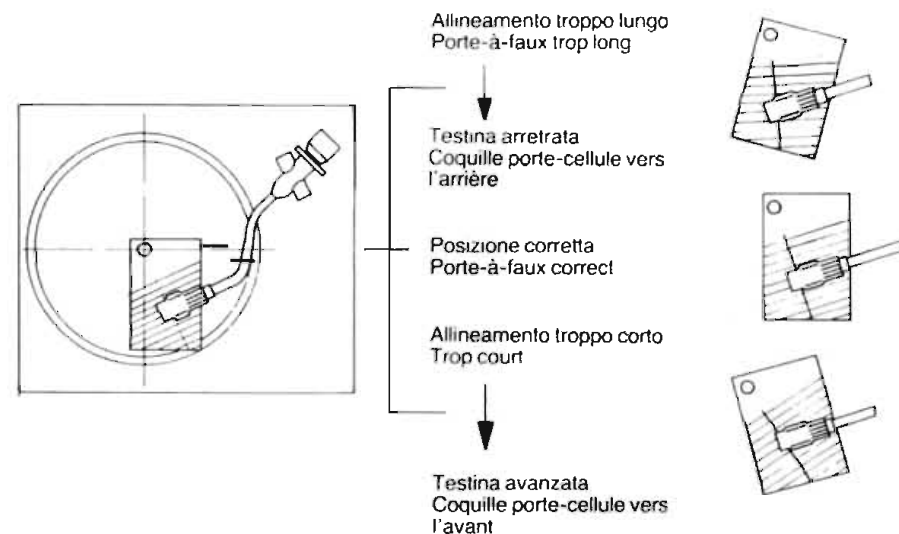

Fig. 21
1. Alzare il salva puntina oscillante (22).
4. Portare il braccetto sul punto di incrocio delle due linee sottili. Manovrare la leva (12) che farà scendere lentamente la puntina sul calibro.
5. Verificare che la testina sia parallela alla linea grossa del calibro come indicato sullo schizzo in mezzo (fig. 21). Se il parallelismo è corretto, l'overhang della puntina è giusto.